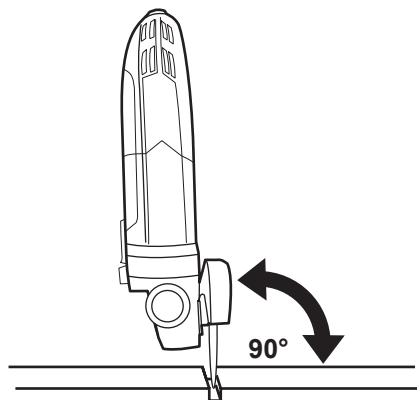

Fig. 20
- > Segure o produto de forma a que o disco de corte esteja a um ângulo de 90° relativamente à peça de trabalho (Fig. 20).